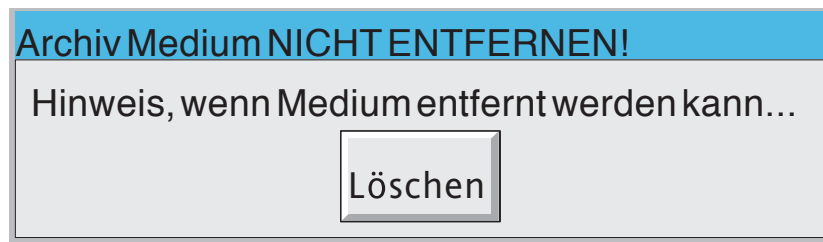

Abbildung 2.4.1c Meldung 'Archiv Medium nicht entfernen'
3. Die Klappe wird für ca. 5s entriegelt (für den Zugriff auf den Stift und den USBfront Port). Gleichzeitig erscheint eine Warnmeldung auf dem Bildschirm (Abbildung 2.4.1c).